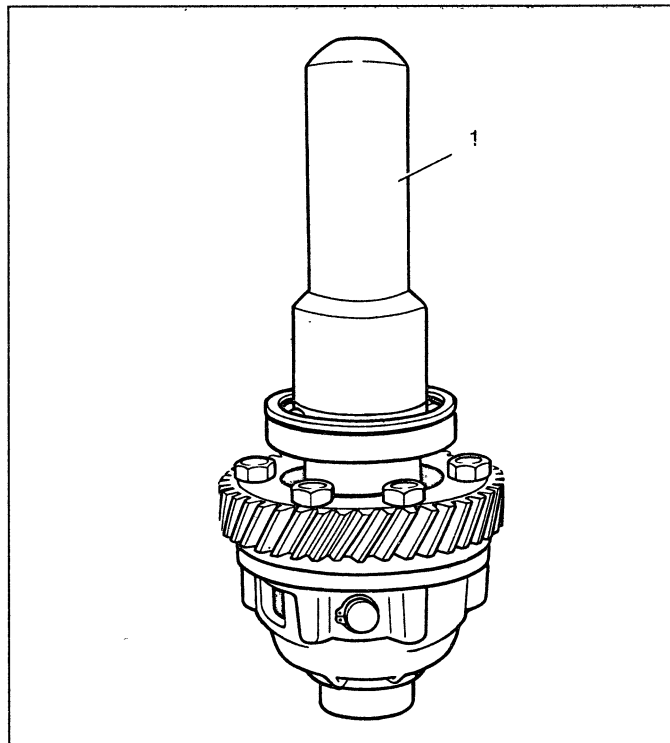

Рис. 3-45. Напрессовка подшипника на корпус дифференциала: 1 – оправка 67.7853.9558
- напрессовку подшипников на корпус дифференциала проводите оправкой 67.7853.9558 (рис. 3-45);